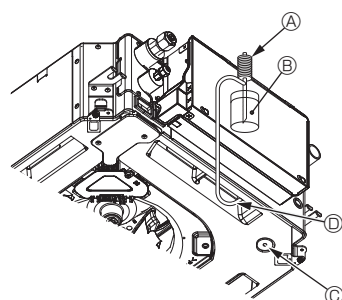

Fig. 6-10
6.3. Vérification de l'écoulement (Fig. 6-10)